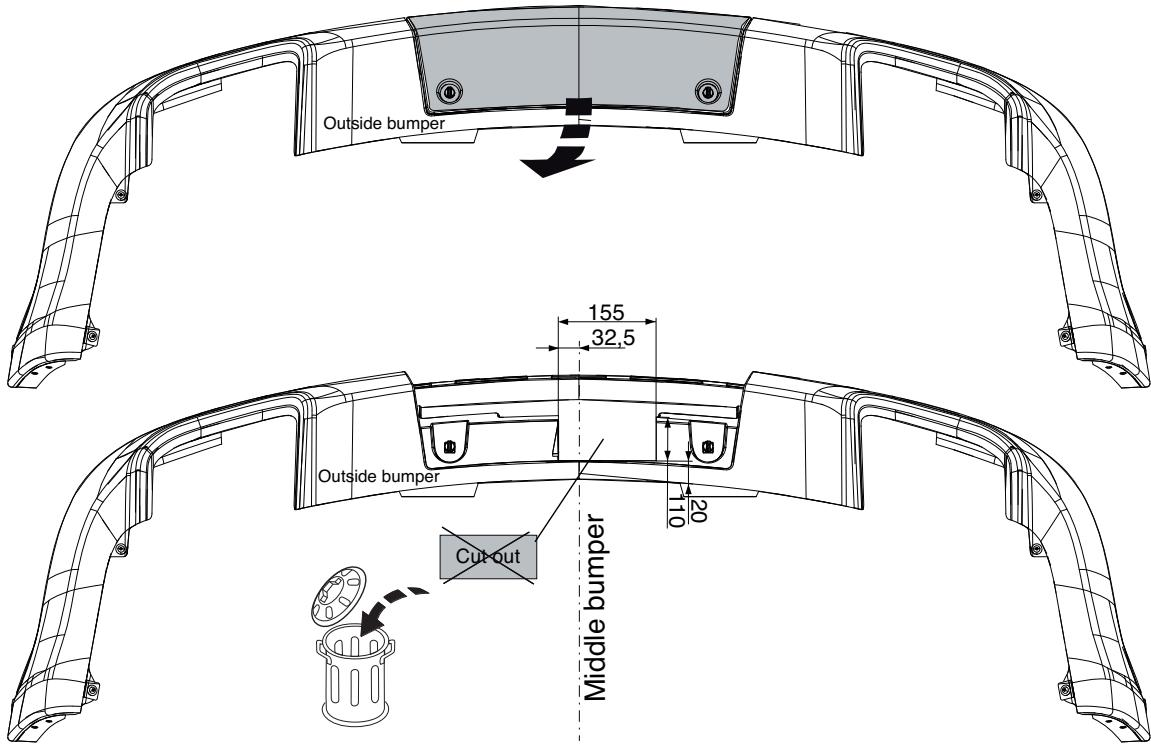

Fig.4
12. Выпилить обозначенные части, как указано на рис. 4.